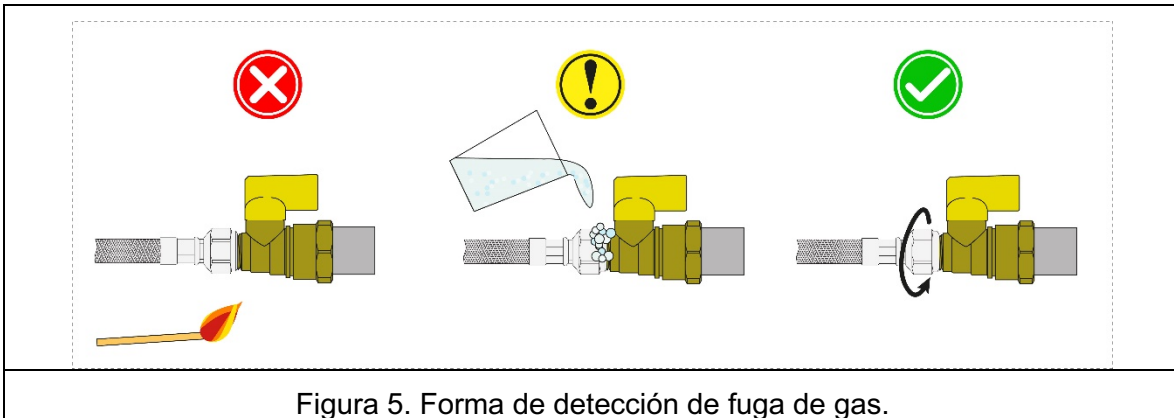

Figura 5. Forma de detección de fuga de gas.
1.2.1.11 **No utilice fuego para verificar la ausencia de fugas.** Verifique la hermeticidad de la instalación aplicando solución jabonosa (70% agua/30% jabón líquido lavatrastos) o utilizando detector de fugas. En caso de fuga apriete hasta que desaparezca. En caso de emplear solución jabonosa, enjuague con agua después de la verificación, para evitar corrosión o fisuras por tensión. (Ver Figura 5)